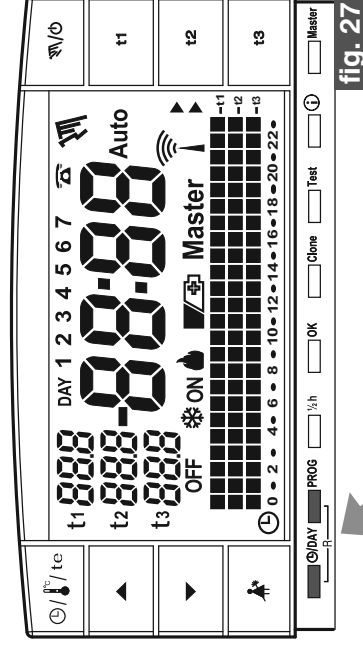

fig. 27
- Para cancelar los datos registrados presionar (por 2 seg.) las teclas **DAY** y **PROG**. En la pantalla aparecen todos los segmentos iluminados (autotest general (fig. 27/28)).